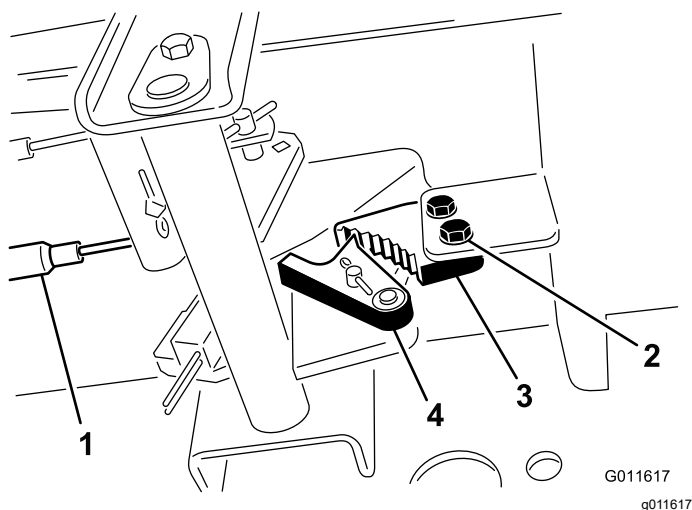

図 140
2. 駐車ブレーキのツメをフレームに固定しているねじ2本をゆるめる **図 140**。
3. ブレーキのツメが戻り止めに完全に掛かるまで駐車ブレーキペダルを前に踏み込む図 140。